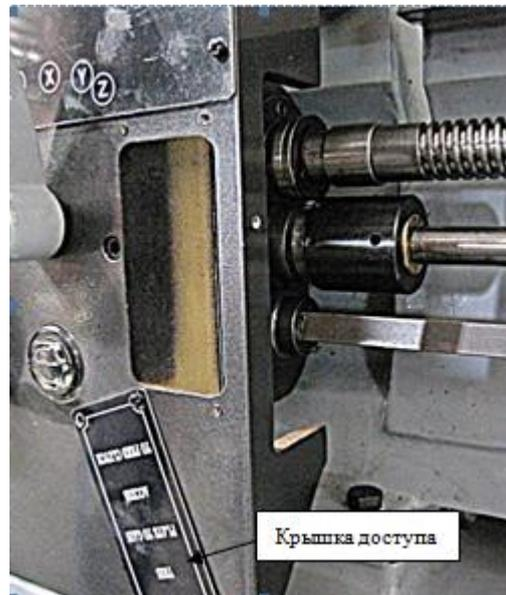

Рис. 88. Снятые крышки.
2. Снимите переднюю и боковую крышку (Рис. 88).